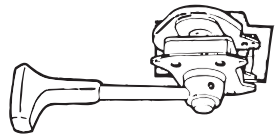
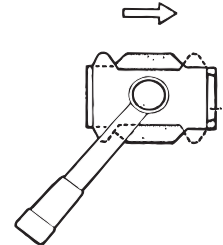

Fig. 12
Fig. 13
- Schieben Sie die Schaltung am Schalthebel ein (Fig.12) und positionieren Sie die Schaltung wie Fig.13.